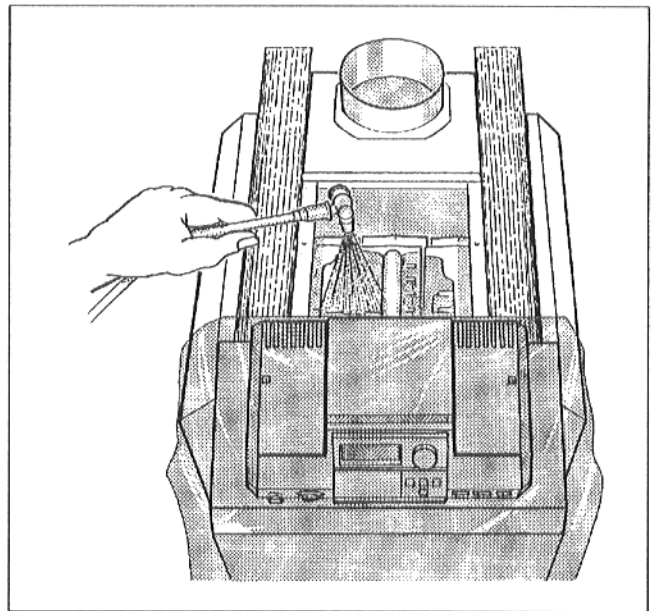

Fig. 45: Curățire prin pulverizare
- Se pulverizează egal canalele de ardere (Fig. 45)